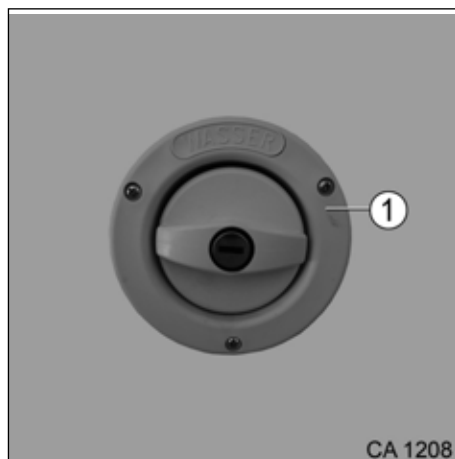

Fig. 122 Raccord de remplissage d'eau
Selon le modèle, le bouchon de remplissage est monté soit du côté gauche, soit du côté droit du camping-car. Sur le raccord de remplissage d'eau (Fig. 122, pos. 1) le mot « Wasser » (eau) est inscrit. Le bouchon s'ouvre et se ferme avec la clé des portes de soutes.